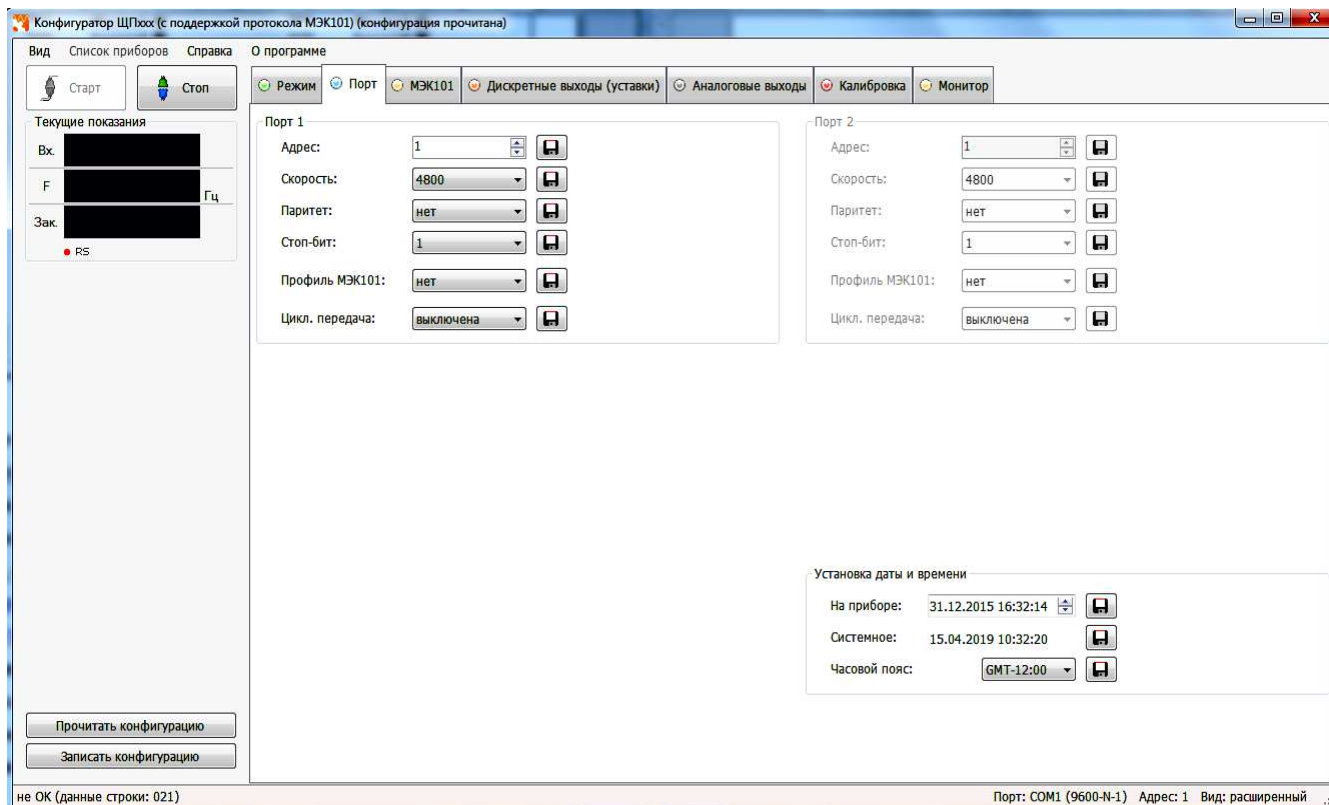

Рисунок 5 – Вкладка «Порт»
3.8.4 Конфигурирование интерфейсов осуществляется во вкладке «Порт» (рисунок 5)